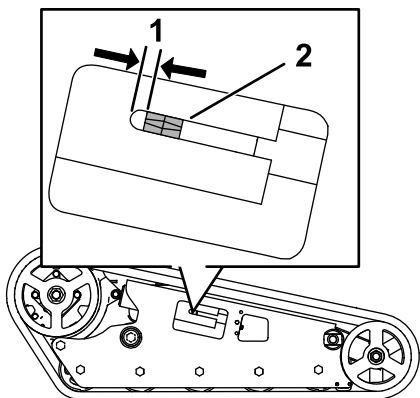

Figura 57
Il dado di tensione deve trovarsi a una distanza di 1,3 cm dalla parte posteriore della scanalatura del tubo di tensione (Figura 57). In caso contrario, regolate la tensione dei cingoli eseguendo la procedura di seguito riportata:
5. Utilizzando un cricchetto di trasmissione da 1/2" ruotate la vite di tensione in senso antiorario, fino a quando il dado di tensione non si trova a una distanza di 1,3 cm dalla parte posteriore della scanalatura del tubo di tensione, come illustrato nella Figura 57.